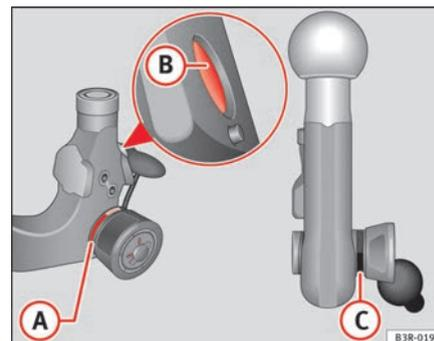

Fig. 151 Dispositif d'attelage amovible : boule d'attelage
- Vérifiez si le repère rouge (A) ⇒ page 201, fig. 151 de la molette se trouve dans la zone du repère noir de la boule d'attelage.
- Vérifiez que les pivots de verrouillage (B) sont enfoncés dans les alésages de la tige d'introduction.
- Vérifiez si la molette est nettement en retrait de la boule d'attelage, de sorte qu'il existe un interstice (C) entre la molette et la boule.